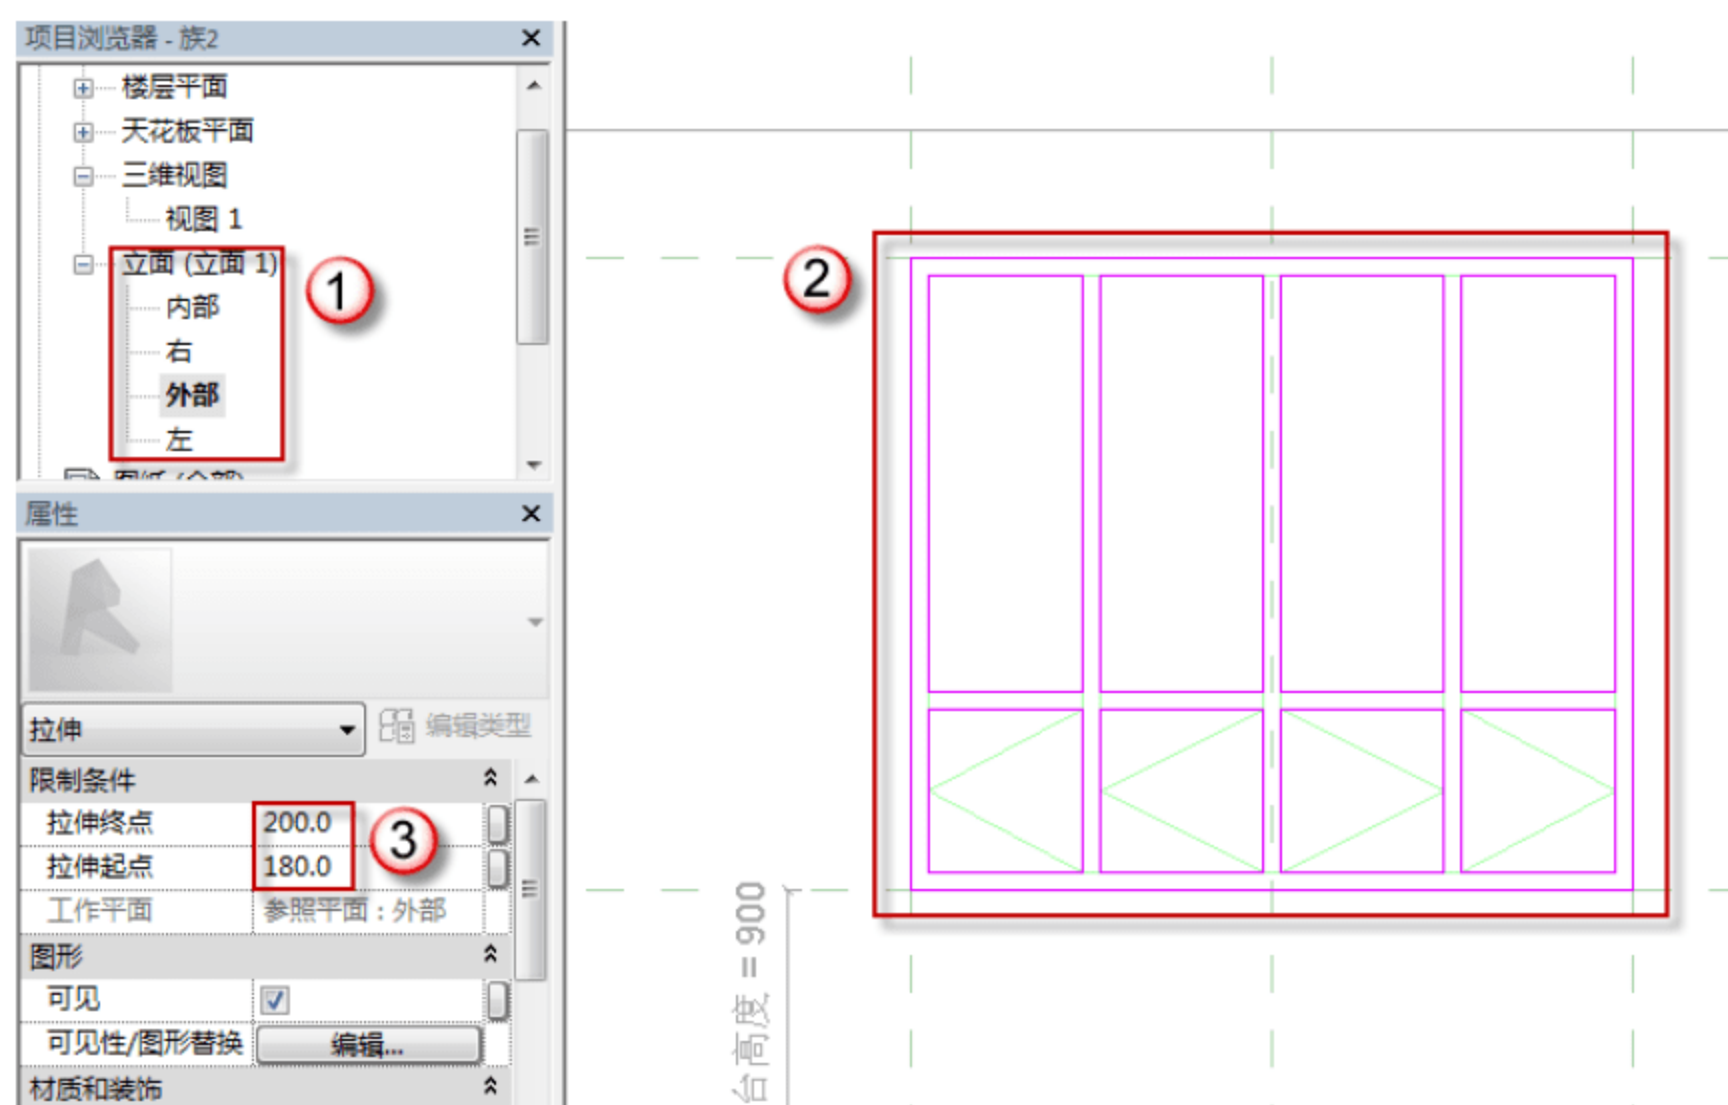

图 7.1.52 绘制窗框拉伸
(5) 绘制 C2017 窗框。选择“创建”→“拉伸”命令, 进入“修改 | 编辑拉伸”界面, 用菜单中的绘制工具绘制窗框, 如图 7.1.52 所示。修改 C2017 窗框的位置及厚度, 在“属性”面板中, 在“拉伸终点”中输入“200”字样, 在“拉伸起点”中输入“180”字样。完成后, 单击√按钮, 完成绘制。